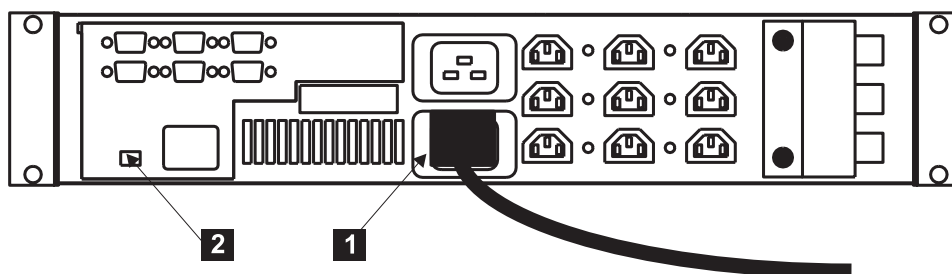

图 122. 安装不间断电源的电源线
- 9. 在不间断电源的背面, 将不间断电源主电源线插入电源插座 (图 122 中的 **1**)。